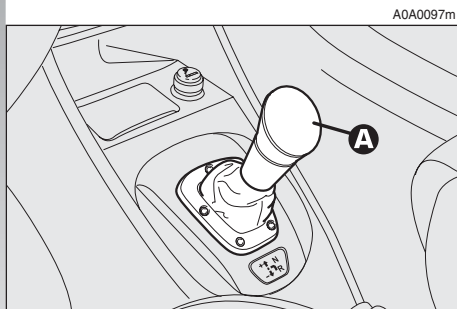

fig. 134
- du sélecteur placé sur la console centrale (**A-fig. 134**);